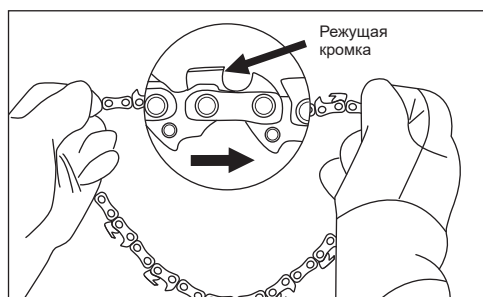

Рис. 19
3. Расстелите цепь в круг, направив режущие кромки в соответствии с указателями на защитной крышке и на шине бензопилы (рис. 19).